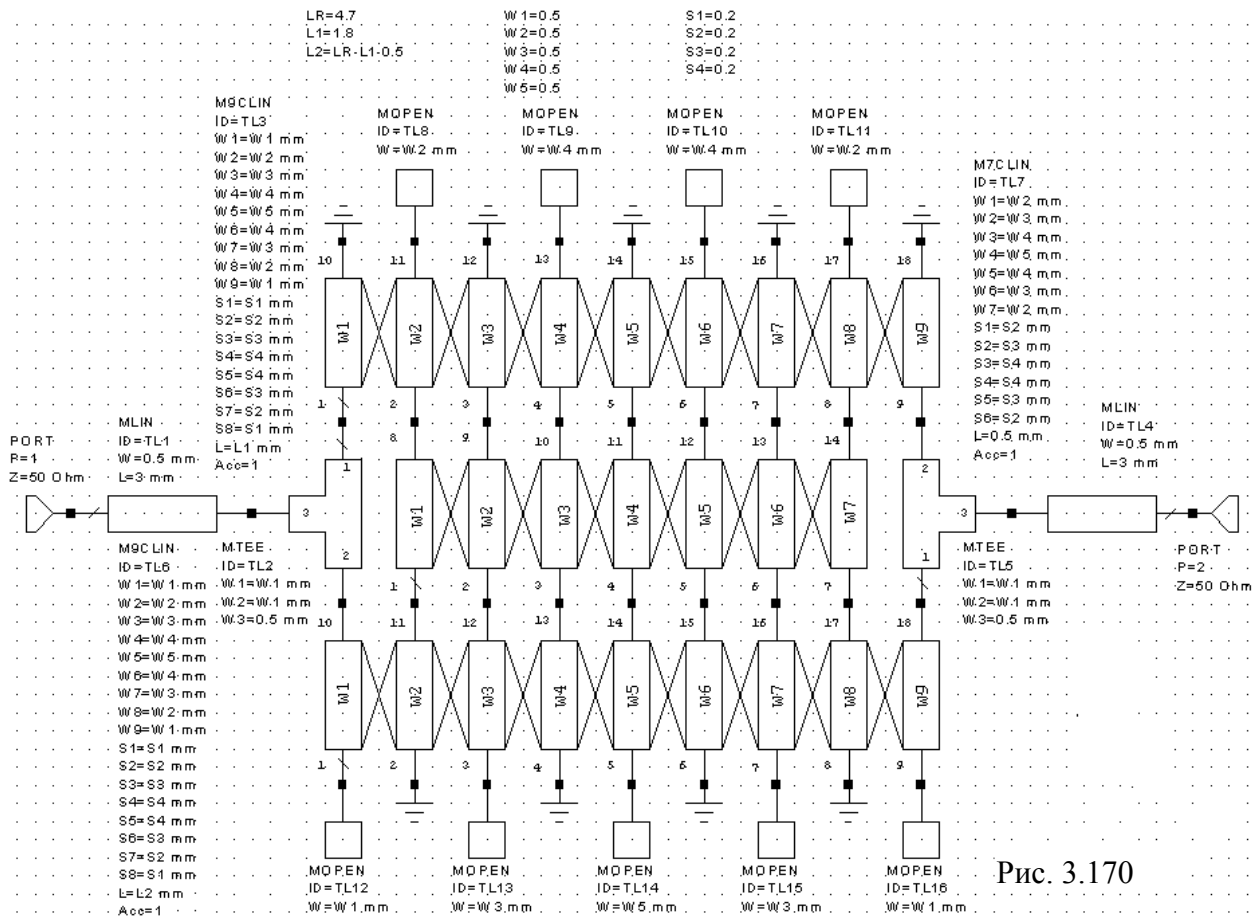

Рис. 3.170
- Дважды щёлкая по элементам **MOPEN**, введите для каждого из них значение параметра **W**, такое же, как у подключённого плеча элемента **M9CLIN**. Отредактированная схема показана на рис. 3.170.